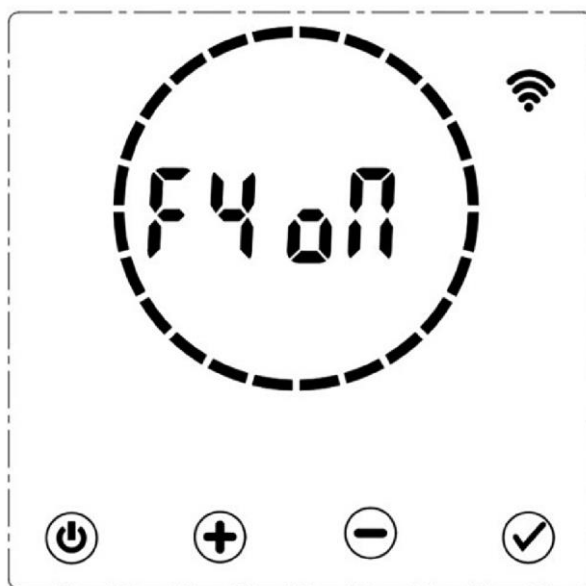

Abb. WiFi 5
SCHRITT 6: Wenn "F4 oN" erscheint, drücken Sie  so lange, bis das blinkende Symbol  in der oberen rechten Ecke des Displays erscheint. Die Fernsteuerung des Heizkörpers (WiFi) ist aktiv. Abb. WiFi 5